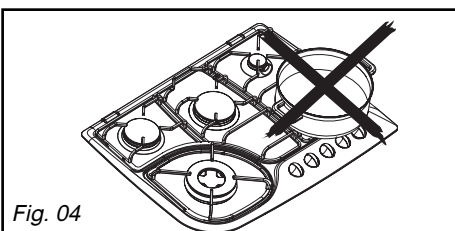

Fig. 04
- N'utilisez pas de récipients qui recouvrent partiellement les manettes (Fig. 04).